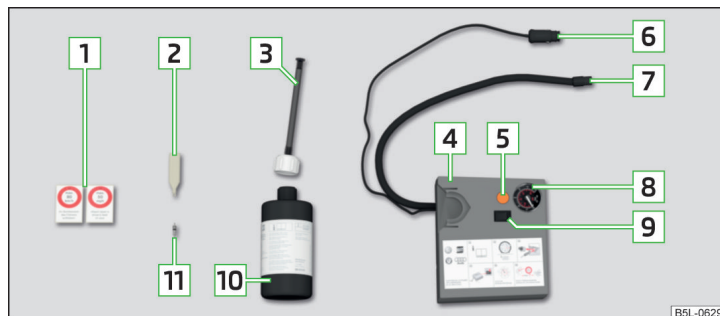

Fig. 213 Descrierea setului de pană
- Montați cheia de ventile **[2]** » *fig. 213 la pagina 195* pe ventil, astfel încât ventilul să intre în fanta cheii de ventile.
- Scuturați de câteva ori bine recipientul **[10]** » *fig. 213 la pagina 195*.
- Înșurubați bine furtunul de umplere **[7]** » *fig. 213 la pagina 195* pe ventil.
- Lipiți autocolantul corespunzător **[1]** » *fig. 213 la pagina 195* pe planșa de bord, în câmpul vizual al șoferului.